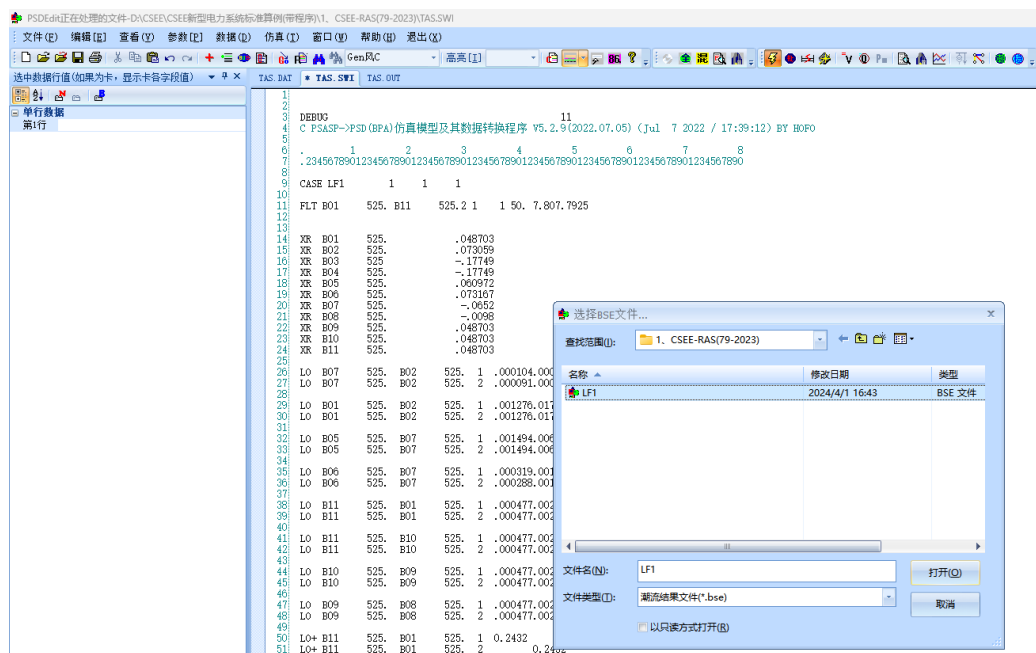
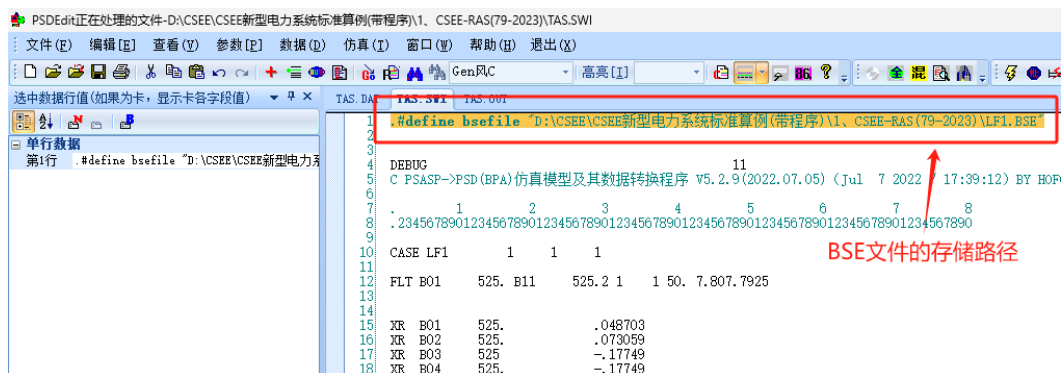

图 6 设置故障
图 7 选定路径
1) 利用 PSDEdit 打开 TAS.swi 文件, 如图 6 所示。通过 FLT 卡设置故障, 算例默认故障为线路 B01-B11 在第 50 周波发生三相短路故障, 故障位置为 25% 处, 故障持续时间为 7.8 周波。FF 卡可设置仿真步长和时长。B 卡可设置所需元件的变量输出。
2) 首次点击【执行潮流或稳定计算】需要选择 BSE 文件的存储路径, 如图 6 所示。选定路径后自动进行稳定计算, 并在 SWI 文件的首行自动生成路径的指令, 后续重复计算将无需反复选择 BSE 文件的存储路径, 如图 7 所示。